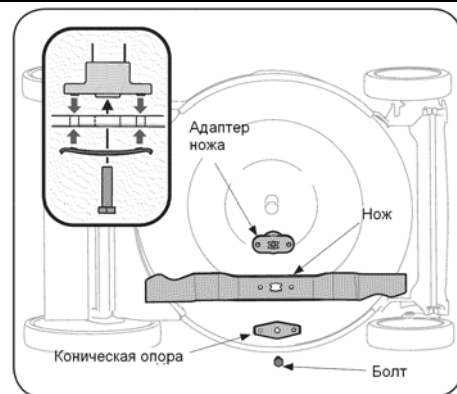

Рис. 19
2. Отверните болт и отсоедините коническую опору ножа, которые удерживают нож и адаптер на коленчатом валу двигателя. См. Рисунок 19.